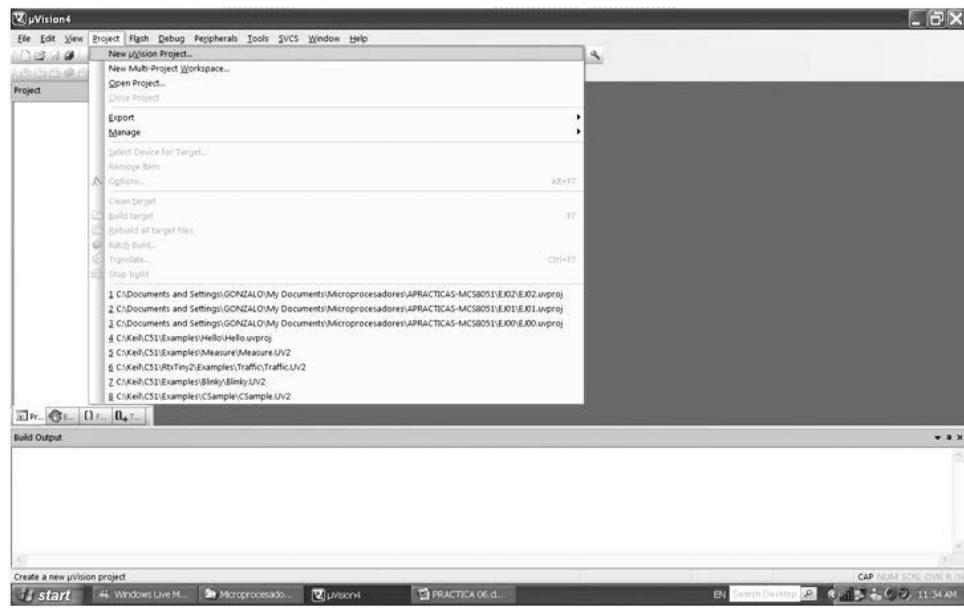

Figura 16.12: Creación de un Nuevo Proyecto. Paso 3
3. Iniciar un Nuevo proyecto en ensamblador desde el menú “Proyect” seleccionando “New uVision Proyect” tal como se muestra en la figura 16.12.